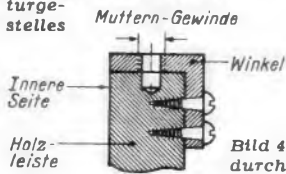

Bild 4. Verstärkung der Stirnflächen der Leisten durch einen Metallwinkel
müssen etwa 10 cm länger sein. Die Befestigung der Flacheisen an den oberen Enden der Holzleisten geht aus Bild 3 hervor. Andere Konstruktionen sind ebenfalls möglich, allerdings ist zu beachten, daß die Schraube durch die Hebelwirkung stark beansprucht wird. Deshalb empfiehlt sich die Verwendung von Holzschrauben nicht mehr. Zweckmäßig befestigt man daher, wie in Bild 4 vorgeschlagen, einen kräftigen Winkel aus Flacheisen an den oberen Enden der Leisten und schneidet darin ein passendes Gewinde ein.
**Violetta - Musiktruhe W 411 W.** Tonfunk bringt hier eine sehr preisgünstige Musiktruhe von neuzeitlicher Form (Bild 4), die mit einem Fünf-Tasten-Empfänger-Chassis (mit Fernseh-Tontaste), einem hochwertigen permanent-dynamischen Lautsprecher und einem Philips-Zehnplattenwechsler ausgestattet ist. Die Abmessungen des Gehäuses betragen 73x51x39 cm; Preis 528 DM.